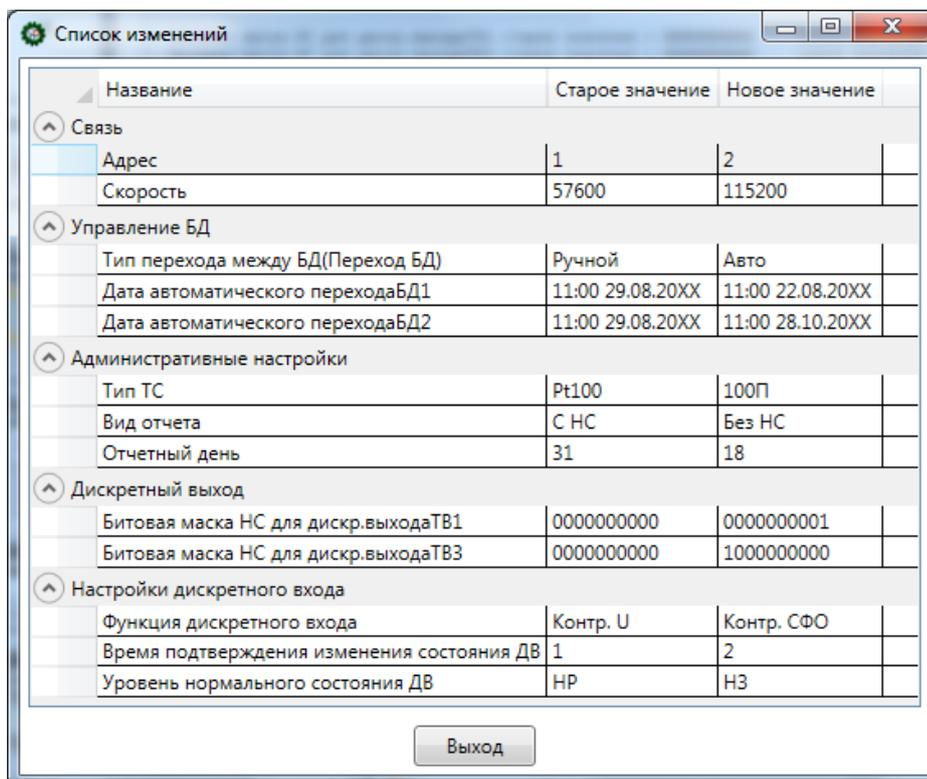

Рисунок 13 – Список изменений, окно
- Дважды щёлкнуть на заголовке вкладки «Системные» – откроется окно со списком произведённых изменений (Рисунок 13).
При необходимости получить список изменений необходимо дважды щёлкнуть на заголовок вкладки «Системные». Данное окно (Рисунок 13) позволяет просматривать сделанные изменения продолжительное время.